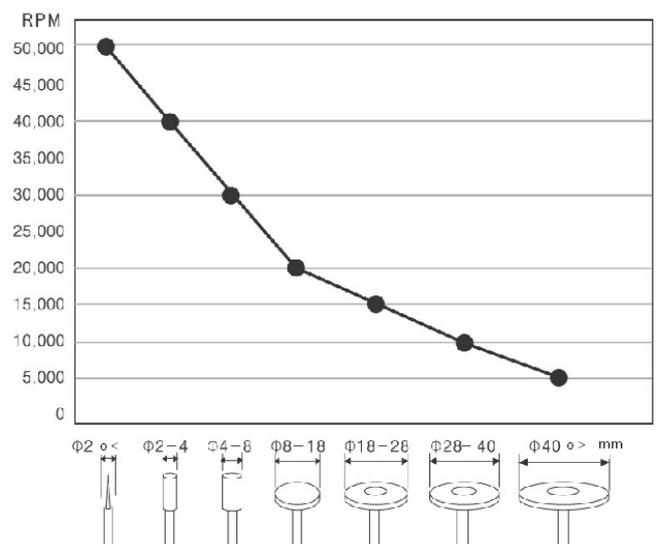

Fig. 3
- 3) Observe siempre el grado de velocidad máxima recomendado por el fabricante al usar cualquier accesorio (Fig. 3).